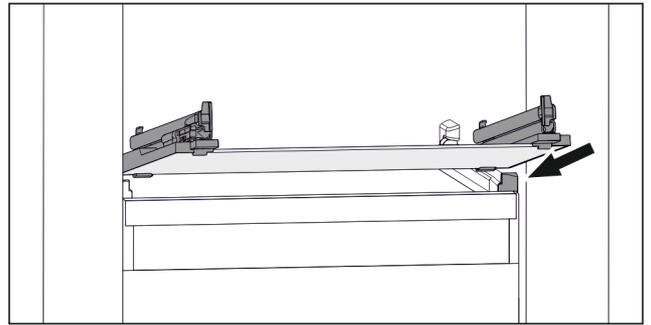

Fig. 107 Ilustración ejemplar de la placa de cristal
- ▶ Encaje la placa de cristal en posición inclinada por detrás de los topes. (consulte Fig. 107)